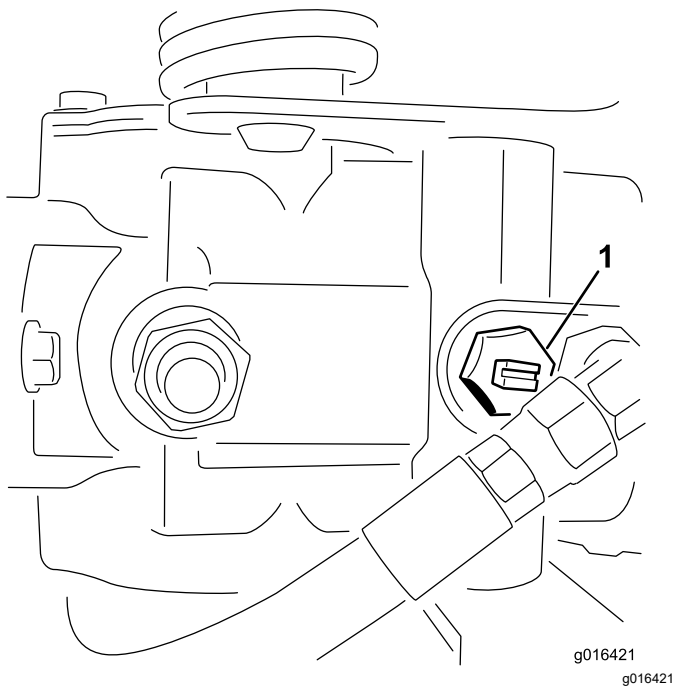

Bild 24
1. Ermitteln Sie das Sicherheitsventil an der Pumpe und drehen Sie es um zwei ganze Umdrehungen nach links (Bild 24).
2. Drehen Sie das Sicherheitsventil um zwei ganze Umdrehungen nach rechts, um es zu schließen, bevor Sie den Motor anlassen (Bild 24).